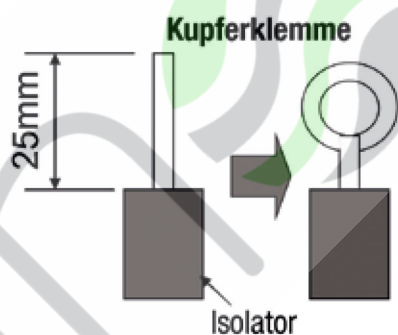

Fig. 29
1. Für die Kupferklemme des Anschlusses (Fig. 29):
2. Für die Erdung (Fig. 29):